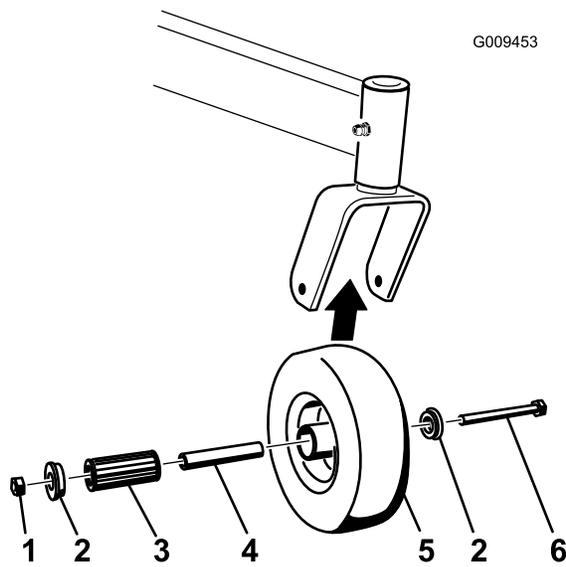

図 60
1. キャスタホイールをキャストフォークに保持しているボルトとロックナットを外す（図 60）。
2. ブッシュを外し、スパナブッシュとローラベアリングをハブから外す (図 60)。
3. ホイールハブから他のブッシュを取り外し、ホイールハブについているグリスやごみをきれいに取り除く (図 60)。
**注** 破損したり磨耗したりしている部品は交換する (図 60)。
5. ホイールハブにベアリングを1個入れる (図 60)。
6. ローラベアリングとスパナブッシュにグリスを塗って、ホイールハブに取り付ける (図 60)。
7. ハブにもうひとつのブッシュを入れる (図 60)。
8. キャスタホイールをキャスタフォークに取り付け、ホイールボルトとロックナットで固定する (図 60)。
9. スパナブッシュがキャスタフォーク内部に当たるまでロックナットを締め付ける (図 60)。